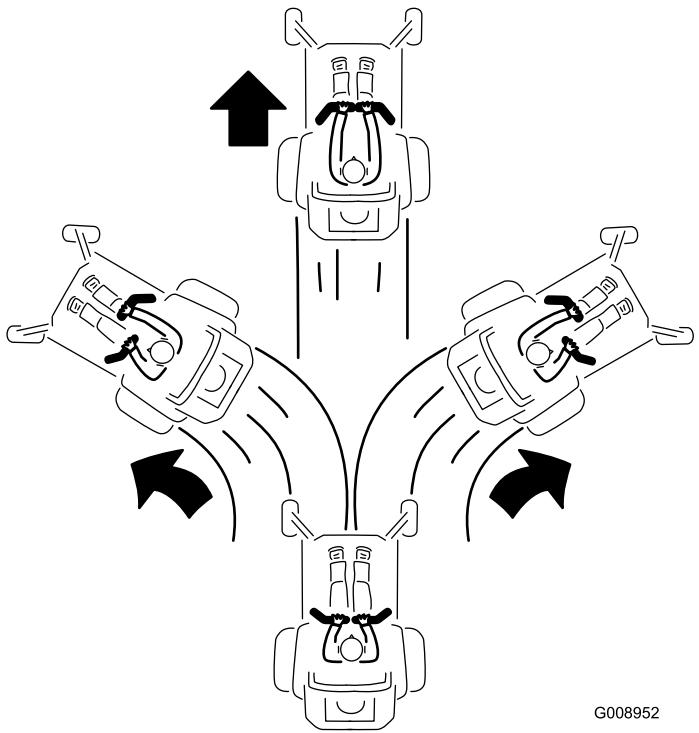

Рисунок 33
3. Для перемещения вперед нажмите на рычаги управления движением вперед (Рисунок 33).